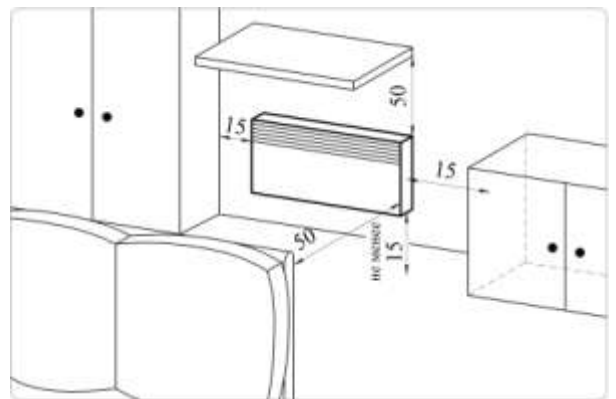

Рис. 2
5.7 Переведите клавишу выключателя (рис. 2) в положение «0», установите ручку термостата в положение «*» (совместите знак «*» на ручке с меткой «Δ» на корпусе панели управления конвектором). Конвектор готов к работе.